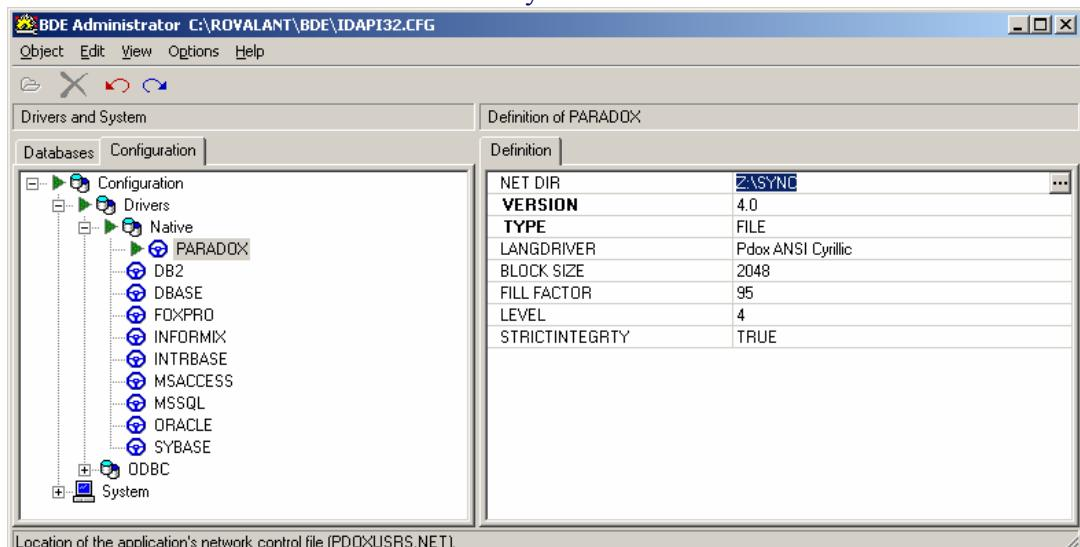

Рисунок 10.
- 1.11 Запустите на сервере файл **C:\ROVALANT\BDE\Bdeadmin.exe**. В появившемся окне программы выберите закладку «**Configuration-Drivers-Native-Paradox**». На закладке «**Definition**» в строке **NET DIR** запишите сетевой путь размещения файла **PDOXUSR.NET**, например (Рисунок 10): **Z:\SYNC**. Сохраните изменения и закройте окно программы.
1.12 Запустите на терминале файл **C:\ROVALANT\BDE\Bdeadmin.exe**. В появившемся окне программы выберите закладку «**Configuration-Drivers-Native-Paradox**». На закладке «**Definition**» в строке **NET DIR** запишите сетевой путь размещения файла **PDOXUSRS.NET**, например (Рисунок 10): **Z:\ SYNC**. Сохраните изменения и закройте окно программы.